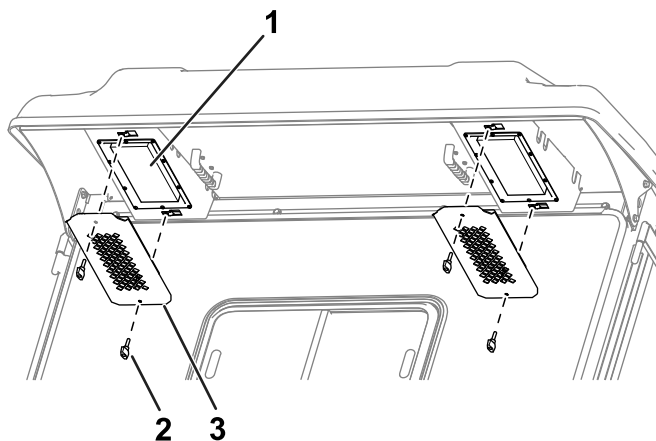

图 88
1. 拆下驾驶室后悬下方的旋钮和格栅图 88。
4. 使用旋钮和格栅将空气滤清器装入驾驶室图 88。